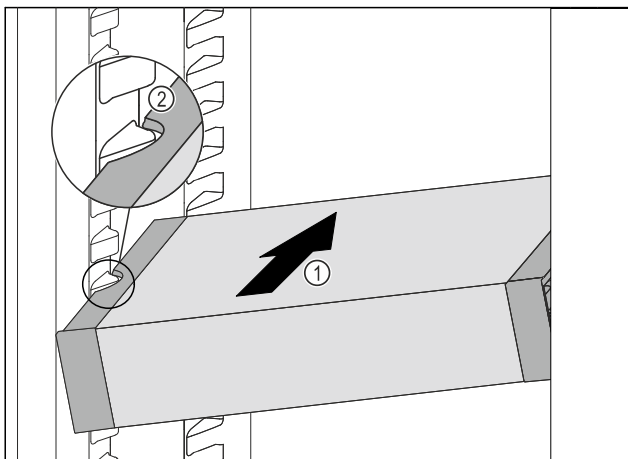

Fig. 107
- ▶ Вставити висувний ящик VarioSafe під кутом в охолоджувальне відділення Fig. 107 (1), доки бокові поглиблення Fig. 107 (2) VarioSafe не будуть розташовуватися на рівні ребра для ємності в охолоджувальному відділенні.